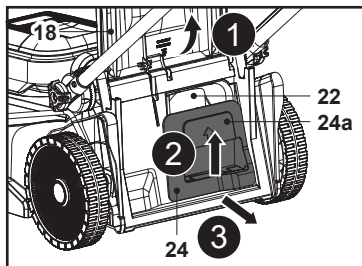

Fig. 14
2. Levante a pega com reentrância (24a), puxe o encaixe do triturador (24) para fora da conduta de descarga traseira (22) e, em seguida, retire o encaixe do triturador (24) (Fig. 14).